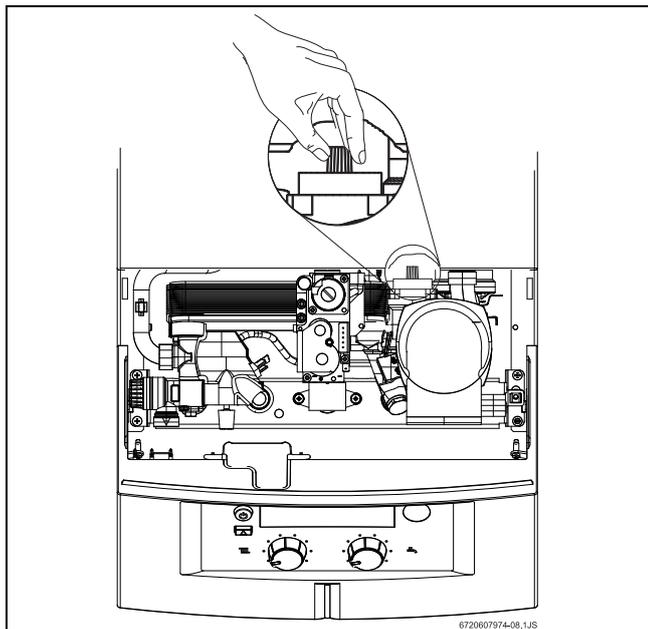

Fig. 16 Purgador automático
- ▶ Para evacuar o ar do aparelho utilizando o purgador automático que incorpora, abrir a tampa do purgador automático (ver Fig. 16).